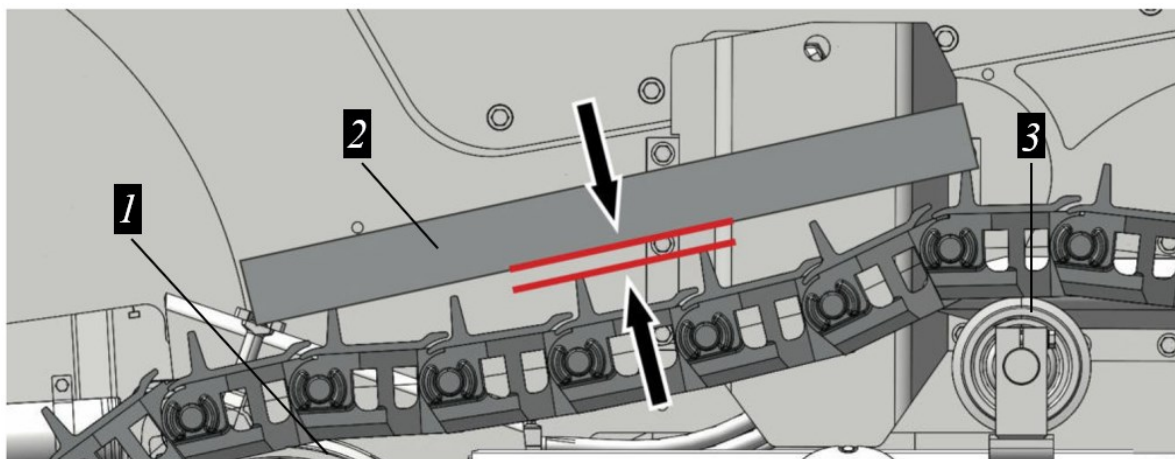

Рисунок 5.99. Проверка натяжения гусеницы
- ▶ Разместите измерительную линейку на гусенице между натяжным колесом и крайнем (ближайшем) поддерживающим катком, см. рис. 5.99 или между ведущей шестерни и крайнем (ближайшем) поддерживающим катком.
- ▶ Измерить провисание гусеницы на свободном участке цепи между нижней кромкой измерительной линейки и грунтозацепом звена, см. рис. 5.99.